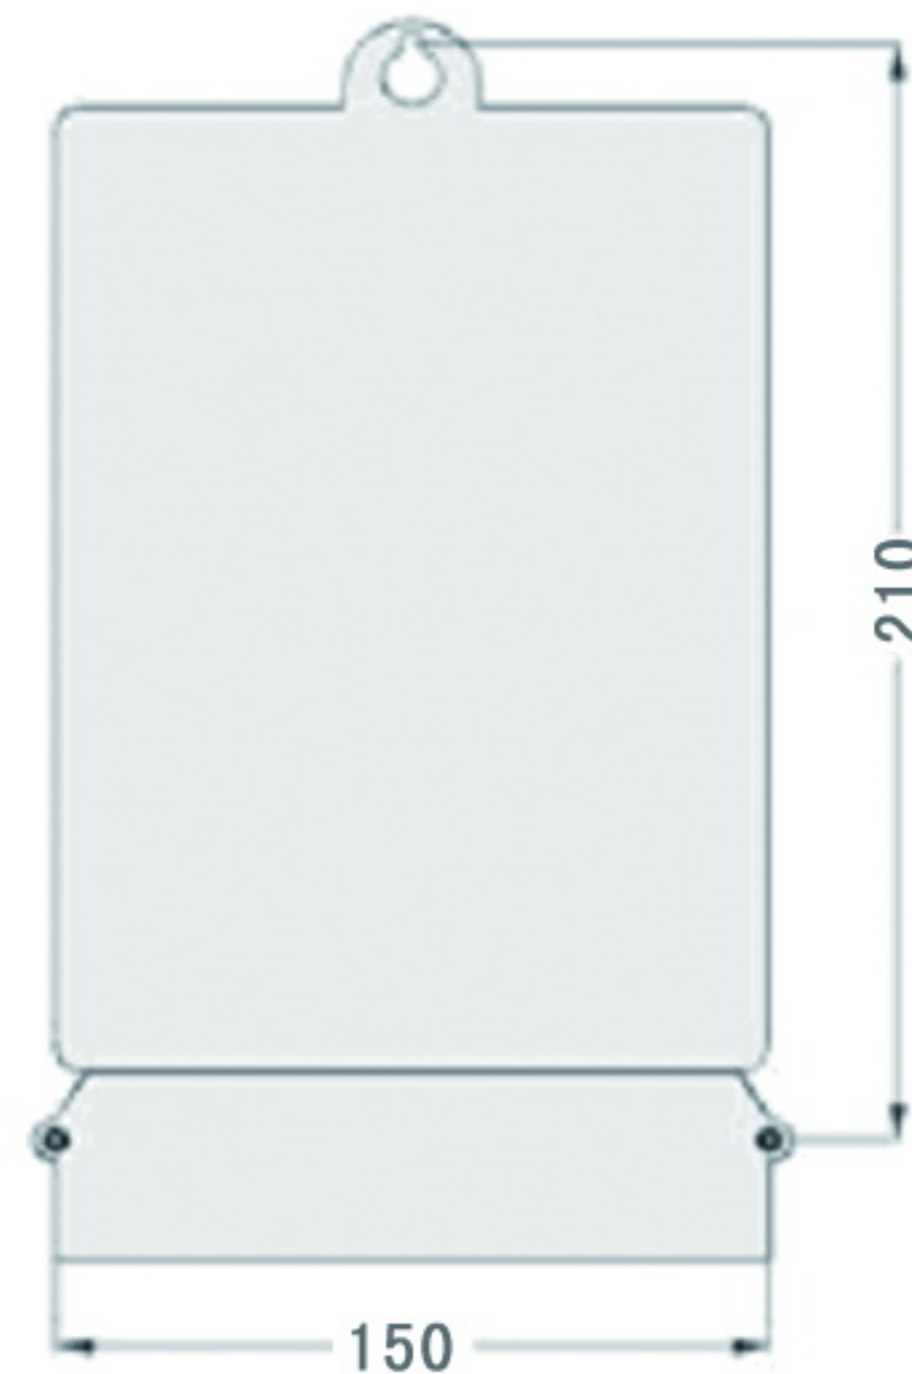

图2 安装孔尺寸
安装孔尺寸，见图2所示：150 (W) × 210 (H) mm²。
装置为挂式安装，在屏面适当位置开三个螺丝孔，如图2所示，将装置挂在上面的螺丝上，拧紧三个螺丝即可。